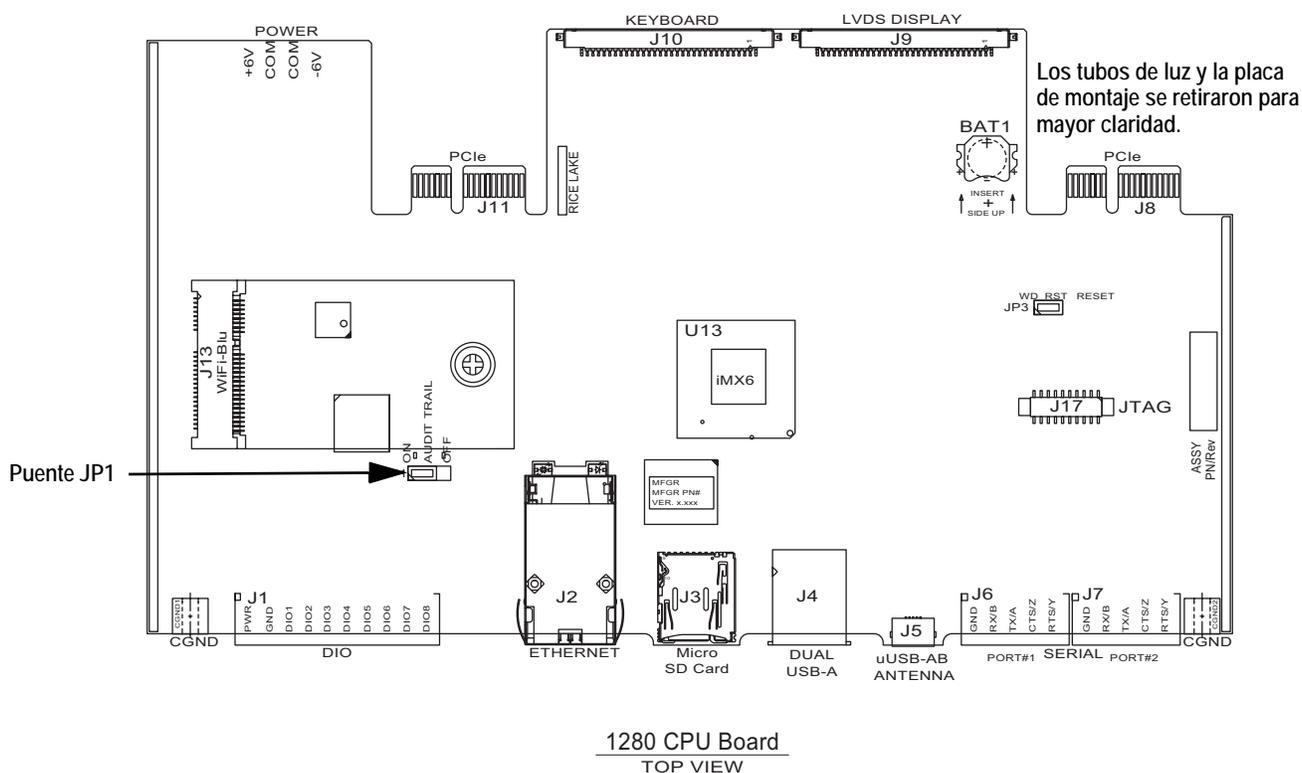

Imagen 3-3. Ubicación de los puentes
*Para poder acceder a la configuración mediante el panel frontal (al presionar el botón en la pantalla táctil), el puente JP1 debe estar en la posición de encendido (hacia la izquierda). Para restringir el acceso a la configuración mediante el panel frontal, el puente JP1 debe estar en la posición de apagado (hacia la derecha), lo que requiere el uso del interruptor de configuración para acceder a la configuración. Consulte la Imagen 3-3 en la página 56.*